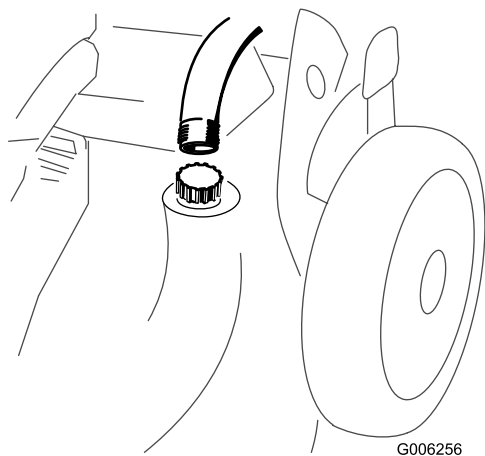

Рисунок 34
3. Присоедините садовый шланг, подключенный к источнику воды, к отверстию для промывки в корпусе газонокосилки (Рисунок 34).